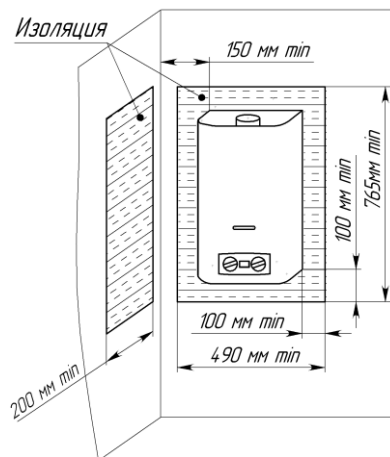

Рисунок 4. Установка аппарата на трудносгораемых стенах
7.1.6. Допускается установка аппарата на трудносгораемых стенах при условии изоляции стены оцинкованным листом толщиной  $0,8...1\text{ мм}$  по листу базальтового теплоизоляционного картона БТК толщиной  $3...5\text{ мм}$ . Изоляция стены должна выступать за габариты корпуса аппарата не менее чем на  $100\text{ мм}$  с каждой стороны (рис. 4).